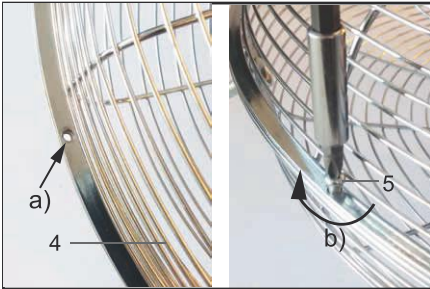

Fig.42: Montage beschermrooster
De gaten van beide helften moeten over elkaar liggen. Zie afb. 42 a).
5. Steek eerst alle kruiskopschroeven (5) door de daarvoor bestemde gaten van beide roosterhelften.
6. Draai de schroeven dan telkens in diagonale volgorde rechtsonder vast, afb. 42 b).